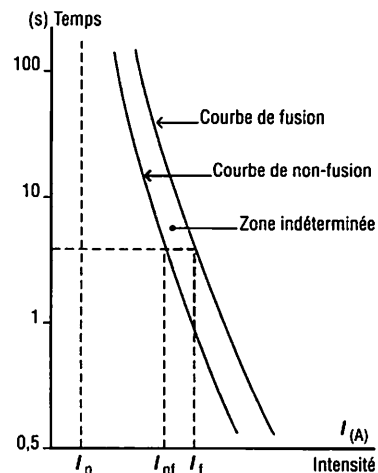

Fig. 5 : Courbes de fusion de fusibles.
**Courbe de fonctionnement d'un fusible** (fig. 5) : elle permet de déterminer, pour un temps conventionnel, la valeur du courant de fusion et celle du courant de non-fusion.